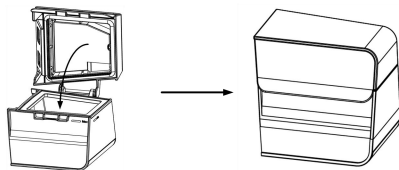
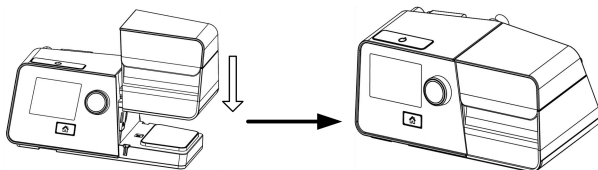
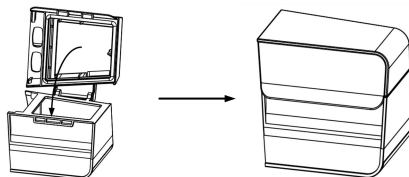

图 4-4
图 4-5
图 4-7
(3) **装回水罐。** 注完水后，盖上水罐的盖子，如图 4-4 所示；再将水罐重新装回呼吸机上，如图 4-5 所示：
(3) **安装水罐：**水罐晾干后，盖上水罐的盖子，如图 4-7 所示。然后将水罐重新装回呼吸机上（如图 4-5）。